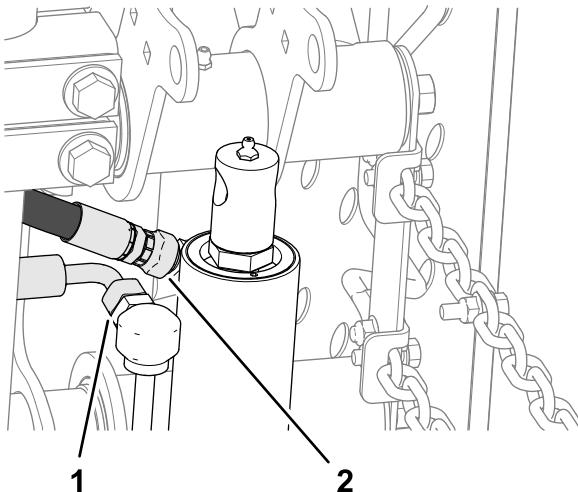

Bild 12
2. Lösen Sie am Hubzylinder das gerade Schwenk-Anschlussstück des Rücklaufschlauchs und das 90° Schwenk-Anschlussstück des Hubschlauchs (Bild 12).